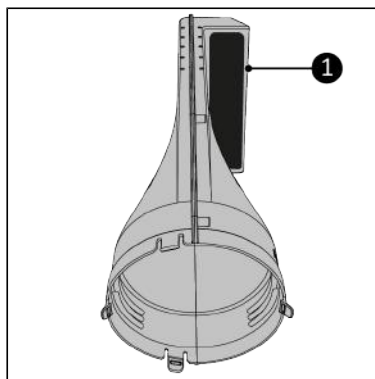

Figure 173.
- Placez le Way-out devant vous. Assurez-vous que l'ouverture ronde soit en face de vous (Figure 173).
- Assurez-vous que la sortie d'air (Figure 173, pos. 1) soit dirigée vers la droite.